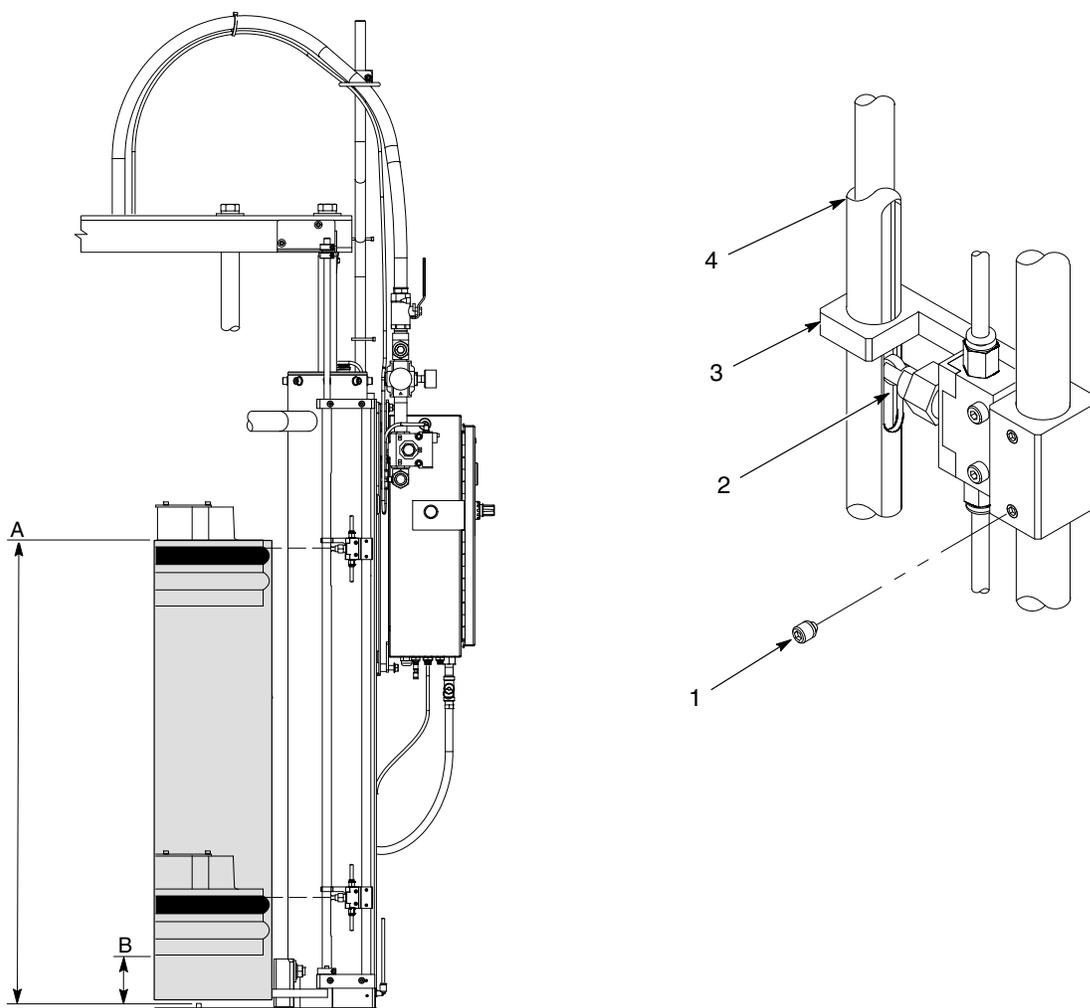

Figura 4 Regolazione dei finecorsa (qui con telaio grande)
Vedi figura 4 e rivedere le seguenti descrizioni di finecorsa nella tabella 1 prima di eseguire le regolazioni. Per resettare i finecorsa procedere come segue:
2. Vedi figura 4. Allentare le viti di arresto (1) che fissano il supporto interruttore (3) ai binari guida (4).
3. Far scorrere il supporto interruttore (3) fino all'altezza desiderata e serrare le viti di arresto (1).
4. Verificare le impostazioni dei finecorsa (2).